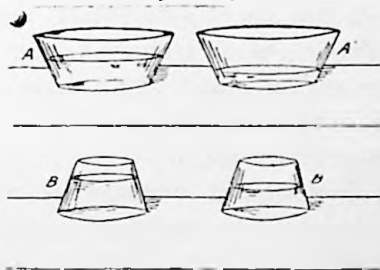

Fig. 4)
**Termometrul cu mercur centigrad.** — E format dintr'un rezervoriu *B* de sticlă cu peretii subțiri (fig. 4), la care e lipit un tub de sticlă cilindric cu diametrul mai mic și închis la celălalt capăt. Rezervorul și o parte din tub sunt pline cu mercur. Când punem termometrul în contact cu un corp mai cald, mercurul se dilată și se urcă în tub; invers când el e pus în contact cu un corp la temperatura mai joasă, mercurul se contractă și scoboară în tubul termometric.